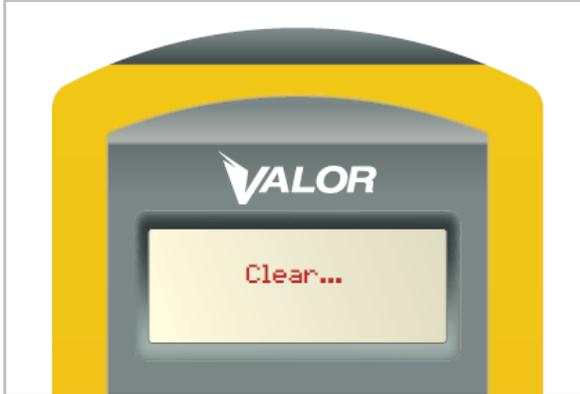

Figura 14
1. El SmarTool indicará la palabra “Clear...” (Figura 14)